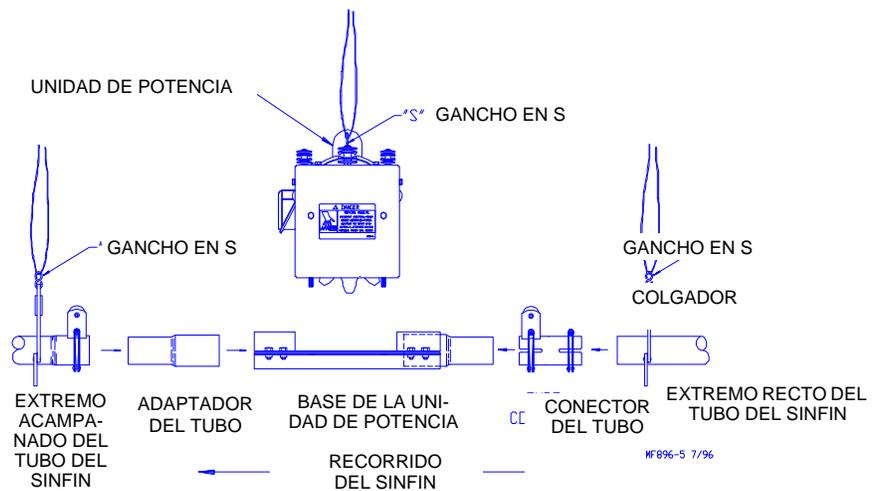

Figura 26. (Vista lateral): De pie afuera del circuito
9. Sacar la unidad de potencia de la estructura soldada del conector base e instalar ésta última como se muestra en la **Figura 26**.
Deslizar el extremo acampanado del tubo adaptador dentro del lado entrante de la base de la unidad de potencia. Apretar los cuatro pernos para asegurar el tubo adaptador a la base de la unidad de potencia. Ver la **Figura 26**.
12. Insertar el extremo acampanado de la sección de tubo siguiente encima del adaptador de tubo, como se muestra en la **Figura 26**. Sujetar usando una abrazadera con soporte antiperchero.
13. Suspender la unidad de potencia encima de su base. Se deben instalar caídas de suspensión adicionales para sostener la unidad de potencia y los tubos del sinfín, como se muestra en la sección Suspensión y en la **Figura 26**.